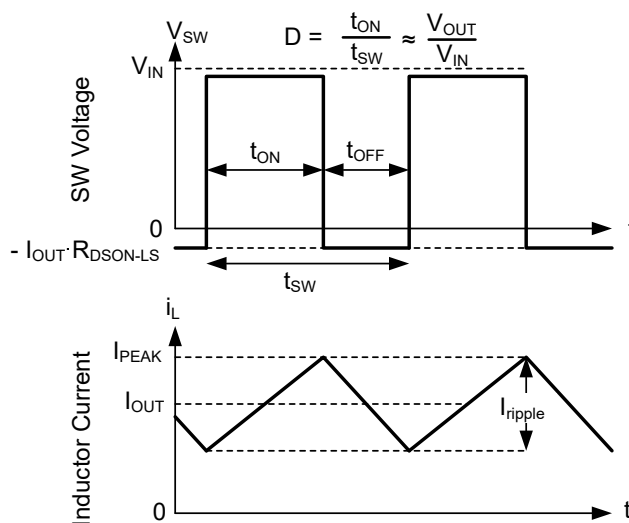

図 7-13. 連続モード (CCM) における SW 電圧とインダクタ電流の波形
本デバイスの以下の動作の説明は、セクション 7.2 と以下の波形 (図 7-13) を参照しています。CCM では、本デバイスは、内蔵ハイサイド (HS) およびローサイド (LS) スイッチを各種デューティサイクル (D) でオンにすることで、出力電圧のレギュレーションを実現します。HS スイッチのオン時間の間、SW ピンの電圧 (V_{SW}) は V_{IN} の付近までスイングし、インダクタ電流 (i_L) は線形的な傾きで増加します。HS スイッチは、制御ロジックによってオフにされます。HS スイッチのオフ時間 (t_{OFF}) の間、LS スイッチはオンにされます。インダクタ電流は LS スイッチを通して放電され、LS スイッチの両端の電圧降下によって V_{SW} をグランドの下まで強制的にスイングさせます。一定の出力電圧を維持するため、コンバータループはデューティサイクルを調整します。D は、HS スイッチのオン時間をスイッチング周期で割った値として次のように定義されます。